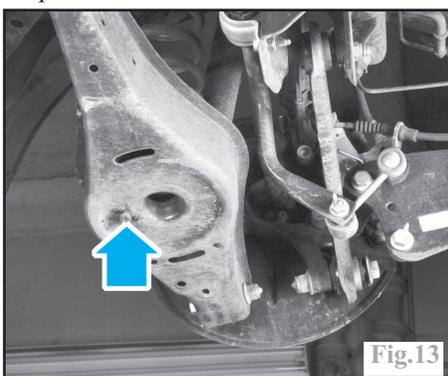

Fig.13
-mettre en place le ressort comprimé en veillant à engager les ergots des coupelles, dans l'alésage du bras transversal, pour la coupelle inférieure (Fig.13), et l'orifice sous la caisse, pour la coupelle supérieure.